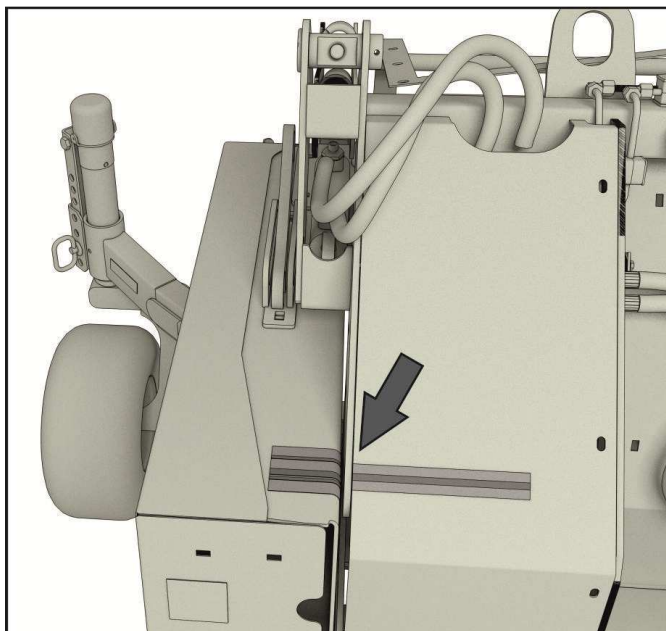

Рисунок 6.4
4) при опускании подборщика на землю необходимо установить подборщик так, чтобы сигнальная полоска на правом заднем щитке подборщика встала напротив средней полоски на рычаге шнека – это будет рабочее положение (рисунок 6.4). Для ориентировки, при подборе подборщик копирует рельеф поля в пределах крайних полос (1/3 хода вниз и 2/3 – вверх).